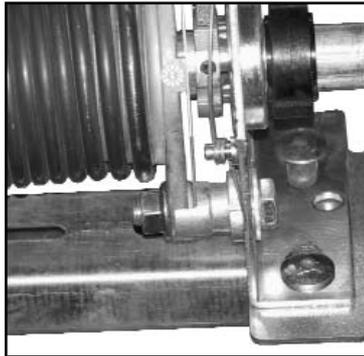

Рис. 33.
- 5) Монтировать вал, устанавливаемый с правой стороны ворот, закрепив кронштейн предохранительного устройства, установленного на валу, к боковому суппорту при помощи двух болтов M8x25 (рис. 33).